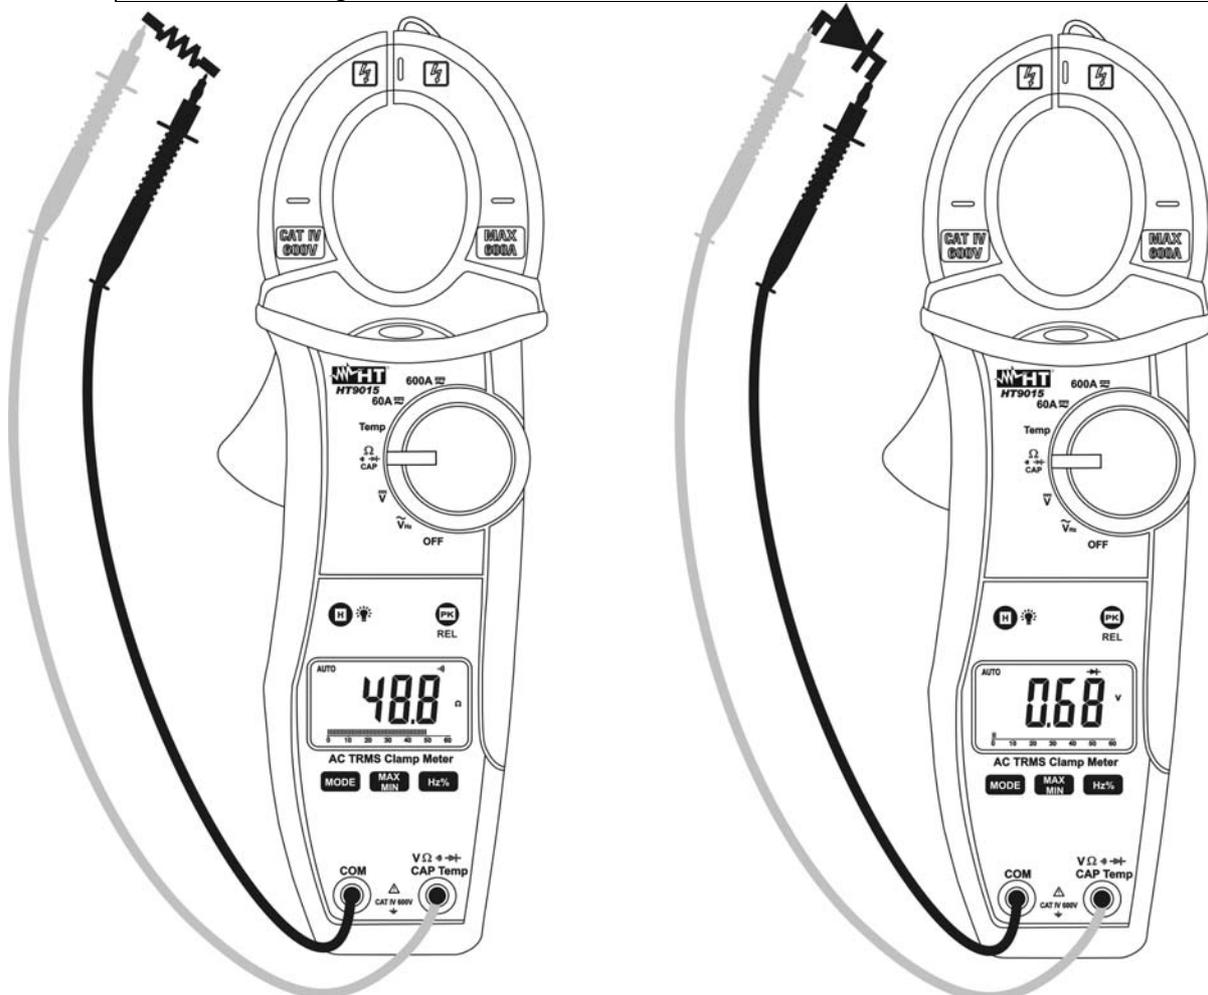

Fig. 6: Uso de la pinza para la Prueba de la Continuidad y Prueba de Diodos
3. Inserte el cable rojo en el terminal de entrada $V\Omega$ \rightarrow **CAP Hz% Temp** y el cable negro en el terminal de entrada **COM** y efectúe la prueba de continuidad sobre el objeto en prueba (ver Fig. 6 – parte izquierda). El indicador acústico emite una señal cuando el valor de la resistencia medida es inferior a aproximadamente 60Ω .
5. Conecte la punta roja al ánodo del diodo y la punta negra al cátodo en caso de medida de polarización directa (ver Fig. 6 – parte derecha). Invierta la posición de las puntas en caso de medida de polarización inversa.